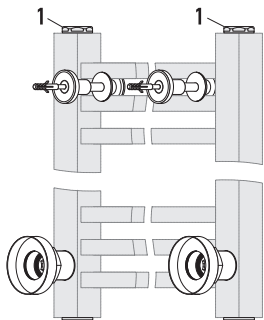
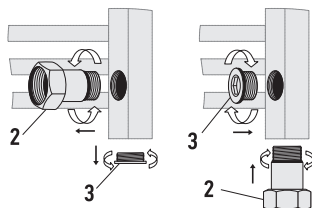

Рис. 5
Рис. 7
4.3. Стандартная комплектация изделий предусматривает нижнее подключение «в стену» и нижнее подключение «в пол» (рис. 5, 6, 7).
4.5.2. Установить на коллектора клапана «Маевского» (рис. 5 «1»), заглушки (рис. 7 «3») и носики с накидными гайками (рис. 7 «2») в требуемом месте в зависимости от вида подключения (рис. 5).